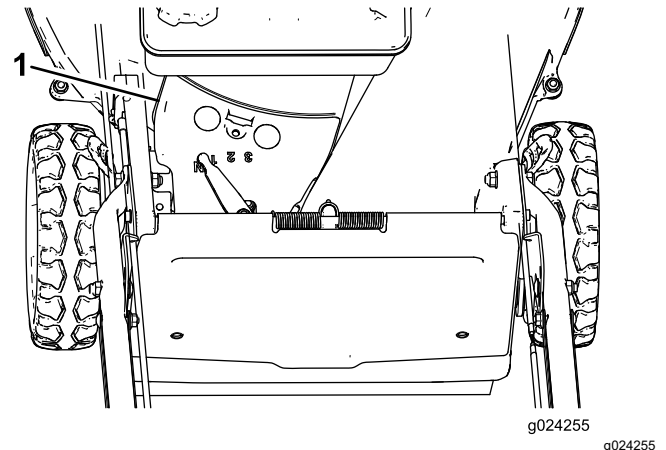

Figure 27
3. Enlevez le protège-courroie (Figure 27) du carter du tablier de coupe.